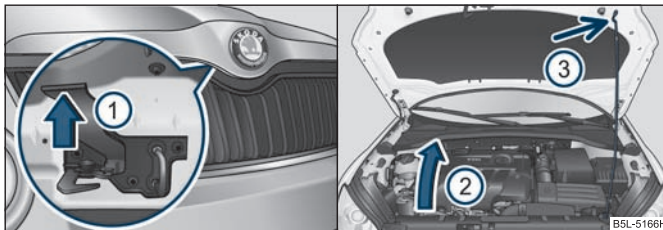

Fig. 162 Grilajul radiatorului: Maneta de siguranță / Asigurarea capotei motorului cu tija de susținere
- Apăsăți maneta de siguranță în sensul indicat de săgeata ① ⇒ fig. 162, capota motorului se incuie.
- Luați tija de susținere în sensul indicat de săgeata ② din suport și asigurați capota deschisă a motorului, introducând capătul tijei în orificiul prevăzut ③ ⇒ fig. 162.